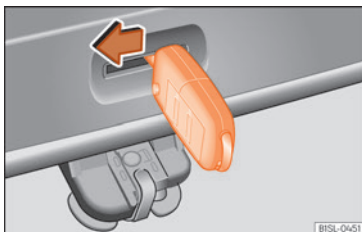

Fig. 75 Fra bagagerummet: nødoplåsning af bagklap
- Sæt nøglekammen ind i åbningen i bagklappen » **Fig. 75**, og tryk udløserarmen i pilens retning for at låse bagklappen op.